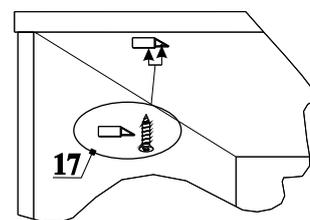

Рис. 4
18. Привернуть ответную планку к детали 1 шурупами 17 напротив замка.(рис.4);